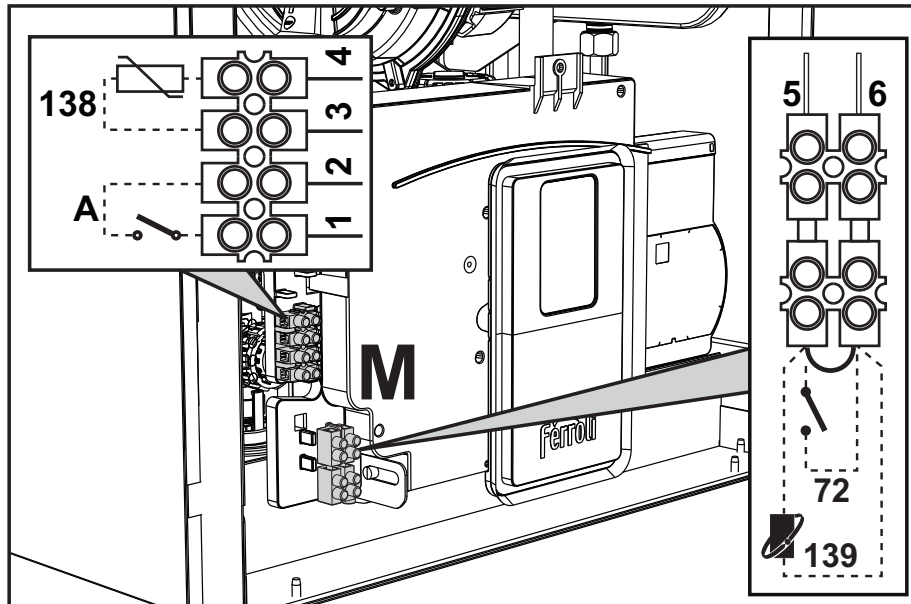

fig. 28
Nadat het voorpaneel is verwijderd ( \*\*\* 'Openen van het voorpaneel' on page 35 \*\*\*), zijn de klemmenborden (M) en de zekering (F) toegankelijk door de onderstaande aanwijzingen te volgen. **De klemmen die zijn aangegeven in fig. 28 moeten droge contacten zijn (niet 230V).** De plaats van de klemmen voor de verschillende aansluitingen staat ook vermeld in het schakelschema op fig. 66.
### Configuratie ON/OFF-schakelaar (A fig. 28)